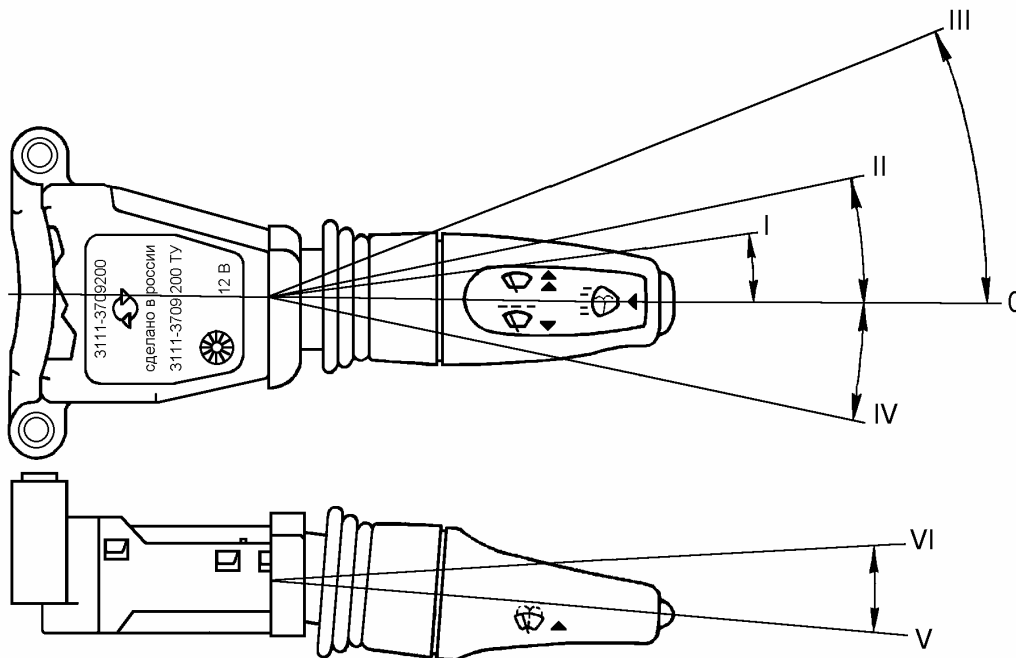

Рис. 1. Переключатель стеклоочистителя
5.1.1. Переместить рукой рычаг переключателя стеклоочистителя (рис. 1) в положение I и придерживать его в этом положении - должна включиться первая скорость стеклоочистителя. При отпускании рычага он должен самовозвратиться в положение 0 и двигатель стеклоочистителя - отключиться.